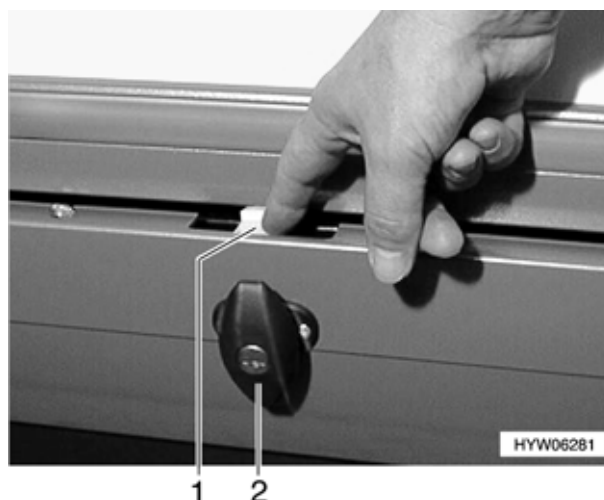

Fig. 33 Sicurezza della serratura gavone estraibile sottopavimento
- Aprire la serratura dello sportello (Fig. 33,2) come sopra descritto.
- Premere la sicurezza (Fig. 33,1) verso il basso, tenerla premuta ed estrarre il gavone sottopavimento.